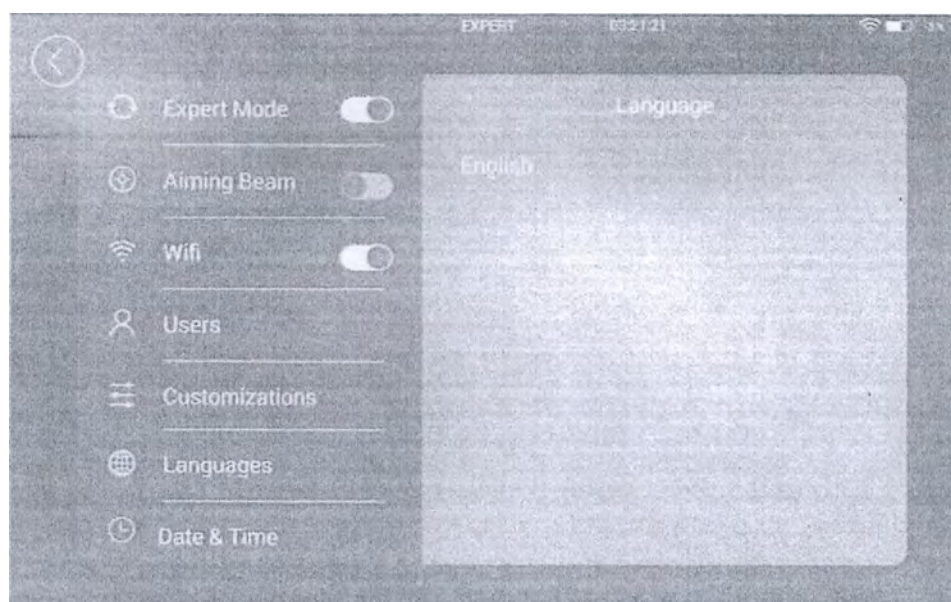

Рис. 7.4 Интерфейс настройки языка
7.4 Язык: в настоящее время только английский. (Рис. 7.4)